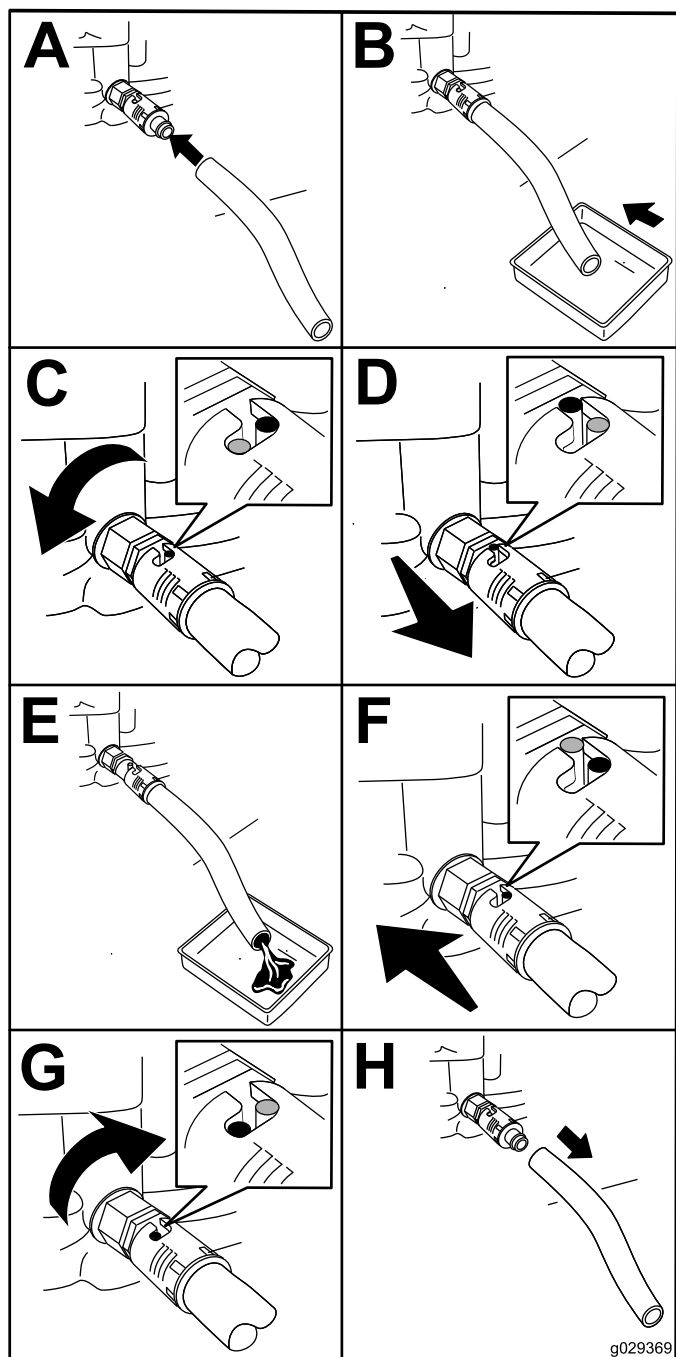

Figure 30
4. Branchez le flexible de vidange au robinet de vidange (Figure 30).
5. Placez l'autre extrémité du flexible dans un récipient approprié pour l'huile (Figure 30).
6. Tournez le robinet de vidange de 1/4 de tour dans le sens antihoraire pour commencer la vidange de l'huile (Figure 30).
7. Lorsque la vidange d'huile est terminée, tournez le robinet de 1/4 de tour dans le sens horaire pour le fermer (Figure 30).